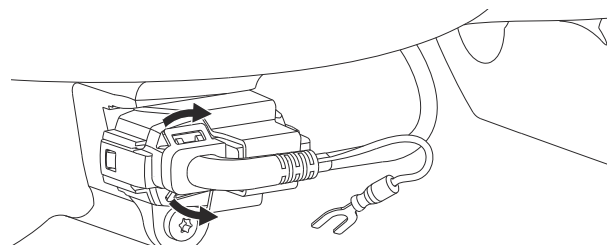

Рис. 8 Снятие кабеля датчика
7. Затяните винт. См. рис. 8.
8. Разожмите стопорные зажимы сверху и снизу разъема датчика и отсоедините кабель датчика. См. рис. 8.